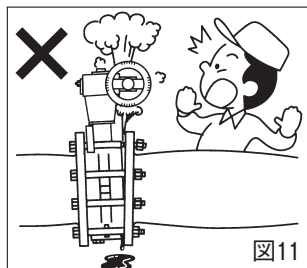

図11
V. バルブ仕様以上の流体を流さないでください。モレ、破損等、事故の原因となります。(図11)